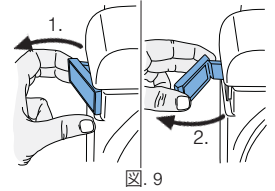

図. 9
- 開戸錠を開いてください（図9）。
- 開戸錠を開いてから（図9）、扉を外して、傍らに置いてください。
- 開戸錠を開いてから（図9）、扉を外して傍らに置いてください。